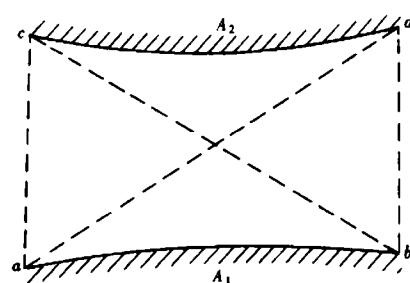

图 10-4 两个不相交凸面之间的角系数
2. 两个不相交的凸面 ab 和 cd 之间的角系数（如图 10-4）